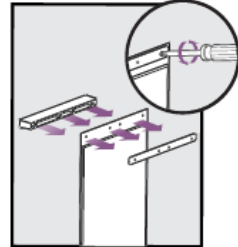

FIG. 17
4. Insira uma nova aba de vinil e coloque-a nas posições horizontal e vertical corretas para encaixar na moldura da porta gateira. Substitua a barra existente e aperte os parafusos no lugar (**Fig. 17**).